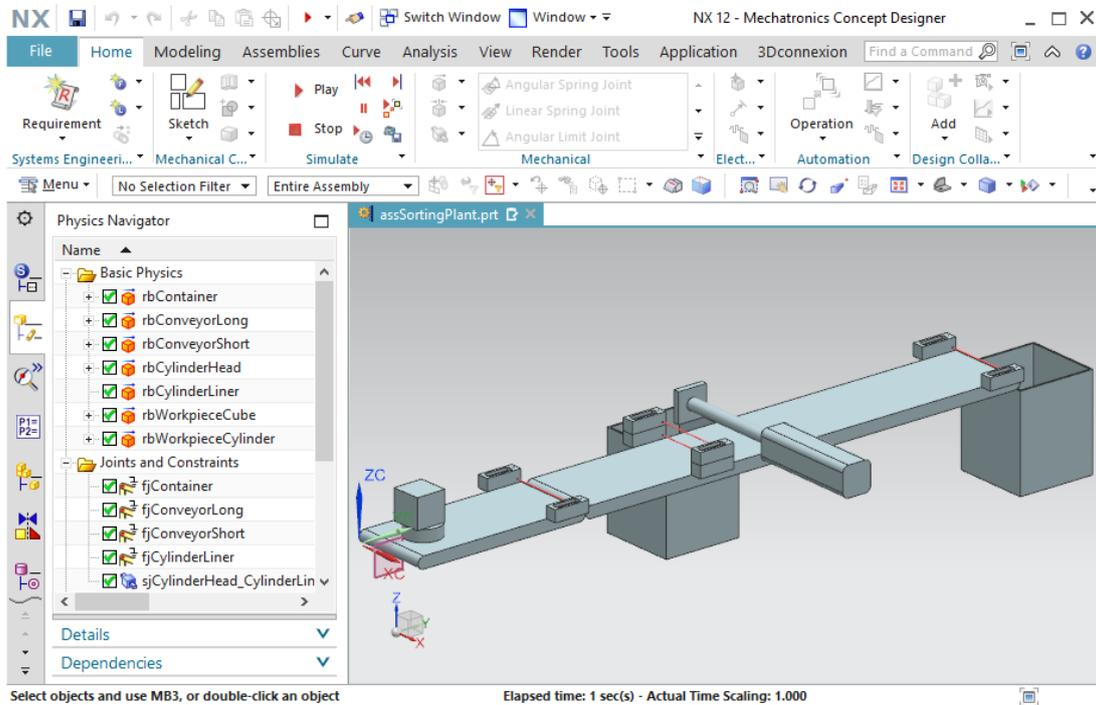

Figura 39: Simulazione del primo regolatore di posizione dell'espulsore
- Avviare una simulazione. Per informazioni sulla procedura consultare il Capitolo 7.1, "**Sezione: Avvio e arresto di una simulazione in MCD**". Si vede che la testa dell'espulsore si estende completamente (vedi Figura 39). Per l'inserimento si deve creare un altro regolatore di posizione.